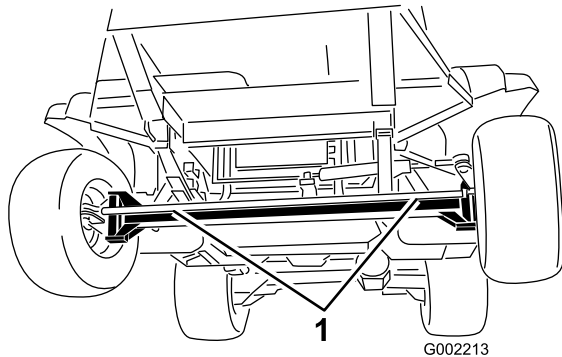
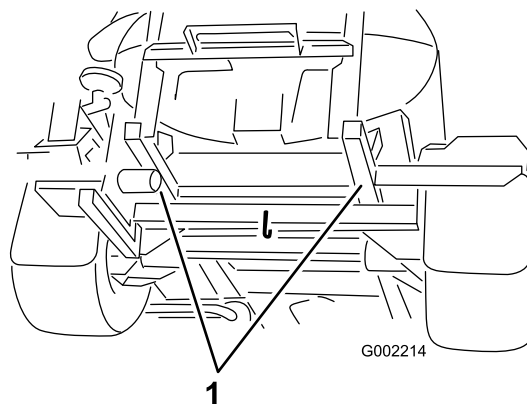

Figure 54
Figure 55
2. Accrochez un câble de remorquage au cadre ; voir les points de remorquage avant et arrière (Figure 54 et Figure 55).